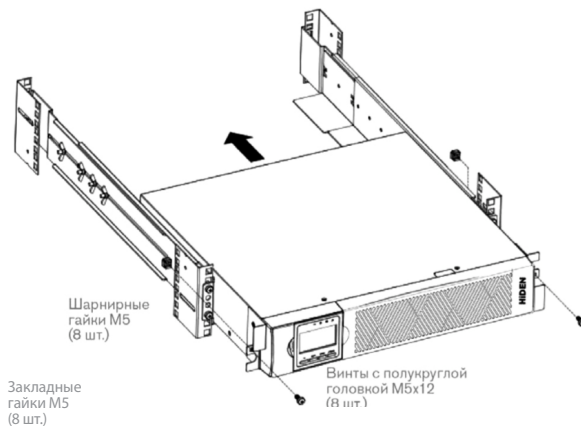

Рис. 4 Крепление передней части шкафа
- л. Закрепите переднюю часть ИБП на стойке с помощью винтов с полукруглой головкой М5×12 и одной закладной гайки М5 с каждой стороны(см. рис.4). Установите нижний винт на каждой стороне через нижнее отверстие кронштейна и нижнее отверстие рельса.